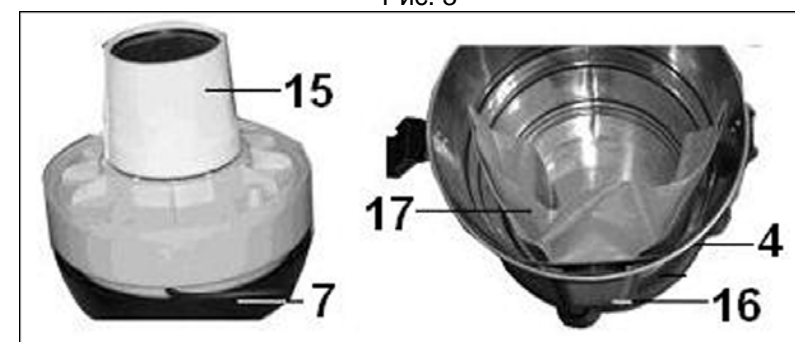

Рис. 4
Так же при сухой уборке с внутренней стороны бака (4) на гнездо (16) установите фильтр-мешок бумажный (17). (Рис. 4) Всегда следите за заполнением мешка (17) и заменяйте его по мере наполнения (см. раздел 11.).
При влажной уборке (всасывание воды) разрешается устанавливать только фильтр полиуретановый (15) (Рис. 4).
Вода всасывается и накапливается в баке (4) (Рис. 2). Как только уровень воды в баке (4) превысил максимально допустимое значение, предохранительный клапан (12) (Рис.4) перекрывает всасывающее отверстие, и всасывание прекращается. Это можно понять по изменению звука работающего пылесоса. При этом, немедленно выключите пылесос. После работы всегда сливайте воду из бака (4) (Рис. 2), просушивайте пылесос. Перед работой всегда проверяйте (при отсоединенном шнуре питания от розетки электросети) предохранительный клапан (12) на свободное перемещение в корпусе фильтра (13) (Рис. 4).
- Не дожидайтесь полного заполнения бумажного фильтр - мешка (17) (Рис. 4), меняйте его по мере заполнения. Чрезмерное заполнение мешка ведет к снижению производительности пылесоса, поэтому контролируйте заполнение фильтр - мешка (17), учитывая свойства всасываемого мусора;
- Снять и промыть чистой водой фильтр полиуретановый (15) (Рис. 4), после чего обязательно высушить его;